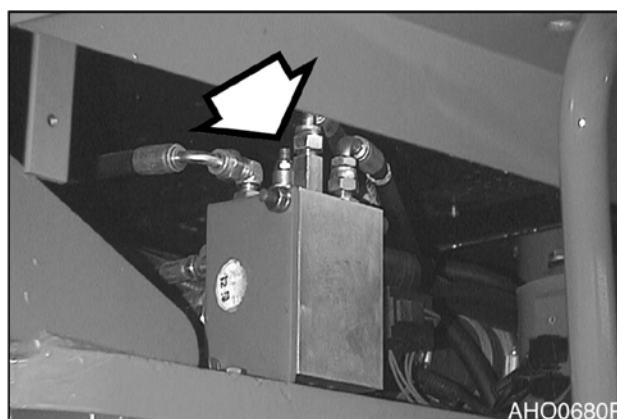

Рис. 97
2. Отрегулировать картридж управляющего стояночного клапана (рис. 97). Давление сброса должно быть установлено 37 кг/см².